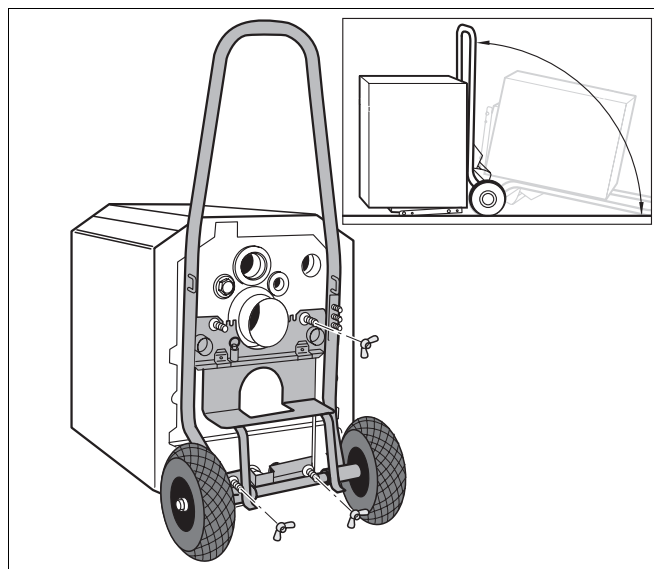

Рис. 7 Транспортировка отопительного котла на тележке
- Наклонить котел, используя какое-либо транспортное средство (→ Рис. 7, стр. 15) или подложив деревянный брус.